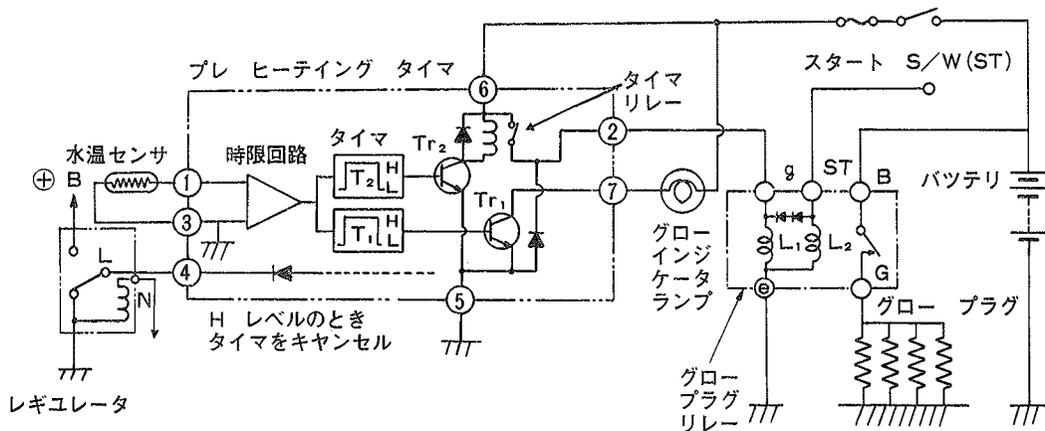

図4-281 K-L S, K-L X, K-L H系の予熱回路〔理論動作図〕
1. 上の配線図はS .54.11以降の車両の予熱回路であるが、図4-281と比較しながら作動を考えてみよう。
この点灯から消灯までの時間がグロー プラグ、グロー プラグ リレー部分等で短絡とか断線した場合にどのように変化するか、図4-281等を参照して考えてみよう。